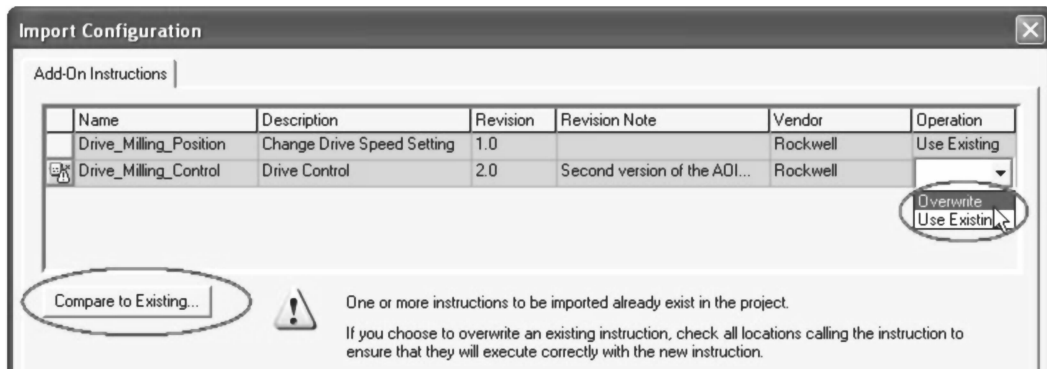

图 21-8 导入配置对话框
4. 由于现在知道如何备份 AOI，因此将用新的指令替换目前的 Drive_Milling_Control AOI。选择最后一行，然后单击“与现有比较”（Compare to Existing）按钮以查看“冲突”（Collision）对话框，如图 21-8 所示。